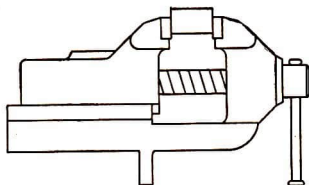

Bild 18
17. Zeichne in Bild 18 ein, wie der Meißel beim Ansetzen und beim Austritt gehalten werden muß!